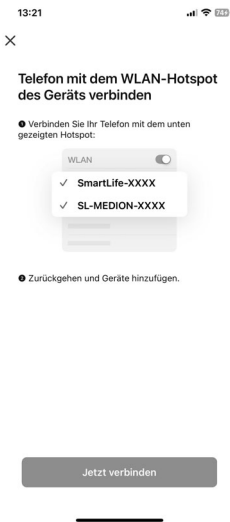

Abb. 7
- ▶ Verbinden Sie Ihr Smartphone oder Tablet mit dem WLAN-Hotspots des Saug-Wischroboters (Abb.7).